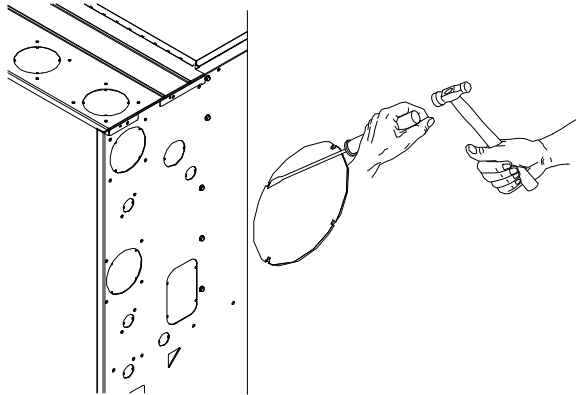

Figure 12 – Retrait de la découpe
- Retirez la découpe de 22 mm (7/8 po) du côté droit du caisson. Consultez la fig. 12 pour connaître la technique suggérée pour le retrait des découpes.
5. Retirez la découpe du côté gauche du caisson. Consultez la fig. 12 pour connaître la technique suggérée pour le retrait des coupes.